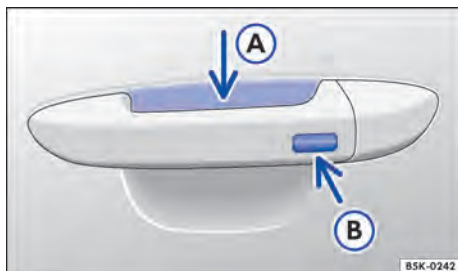

Fig. 51 Keyless Access: superfícies do sensor.
- Tocar o sensor → Fig. 51 (A) na parte interna da maçaneta da porta do condutor ou da porta do passageiro dianteiro.
- Tocar na superfície do sensor → Fig. 51 (B) na parte externa da maçaneta da porta do condutor ou da porta do passageiro dianteiro *uma vez*.
- Além disso, dentro de 5 segundos, tocar uma vez no sensor na parte externa da maçaneta da porta → Fig. 51 (B).
Para a **abertura de conforto** de todos os vidros elétricos empunhar a maçaneta da porta e manter pressionados, ao mesmo tempo, o sensor da parte interna da maçaneta → Fig. 51 (A) e a superfície do sensor (B).
Para o **fechamento de conforto** de todos os vidros elétricos manter um dedo durante alguns segundos sobre a superfície do sensor → Fig. 51 (B) no lado externo da maçaneta da porta do condutor ou do passageiro dianteiro.
Um forte jato de água ou de vapor pode ativar as superfícies dos sensores nas maçanetas se, ao mesmo tempo, uma chave do veículo válida estiver na área de aproximação. Se no mínimo um vidro estiver aberto e a superfície do sensor → Fig. 51 (B) em uma maçaneta da porta for ativada permanentemente, todos os vidros serão fechados. Se o jato de água ou de vapor se afastar brevemente da superfície do sensor → Fig. 51 (A) de uma maçaneta da porta e voltar a ser direcionado para ela, possivelmente todos os vidros se abrirão.